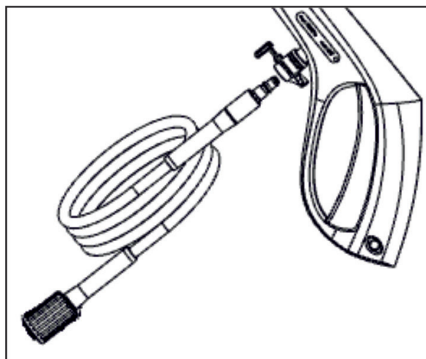

Рис. 6
3. Подсоедините шланг высокого давления к пистолету (Рис. 6).